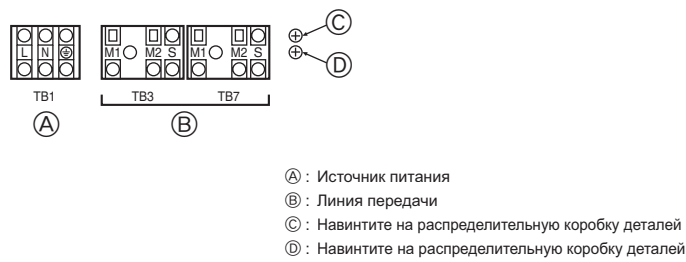

Fig. 6-1
6.2. Блок управления и положение проводки (Fig. 6-1)
- Соедините линию передачи внутреннего прибора к клеммной колодке передачи (ТВ3) или соедините провода между наружными приборами или провода центральной системы управления к клеммной колодке центрального управления (ТВ7). При использовании экранированного провода подсоедините экранированный провод заземления линии передачи внутреннего прибора к винту (C) или (D) и подсоедините экранированный провод заземления линии между наружными приборами и линией передачи центральной системы управления к экранированной клемме (S) клеммной колодки центрального управления (ТВ7). Кроме того, при замене соединителя питания CN41 в наружном приборе на соединитель CN40, экранированную клемму (S) клеммной колодки (ТВ7) центрального управления также следует подключить к винту (C) или (D), используя приложенный провод заземления.